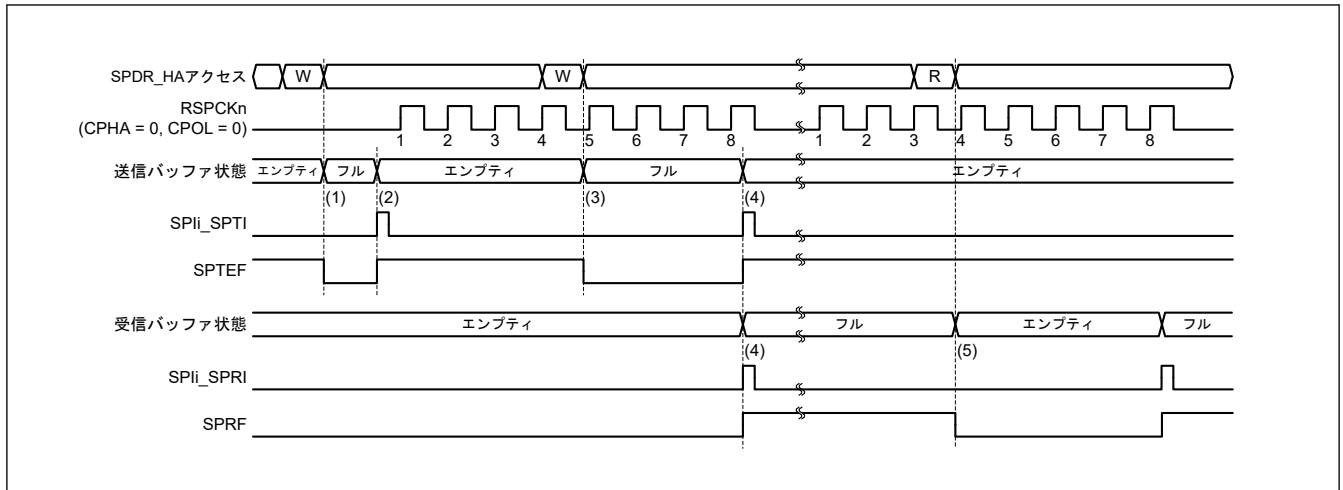
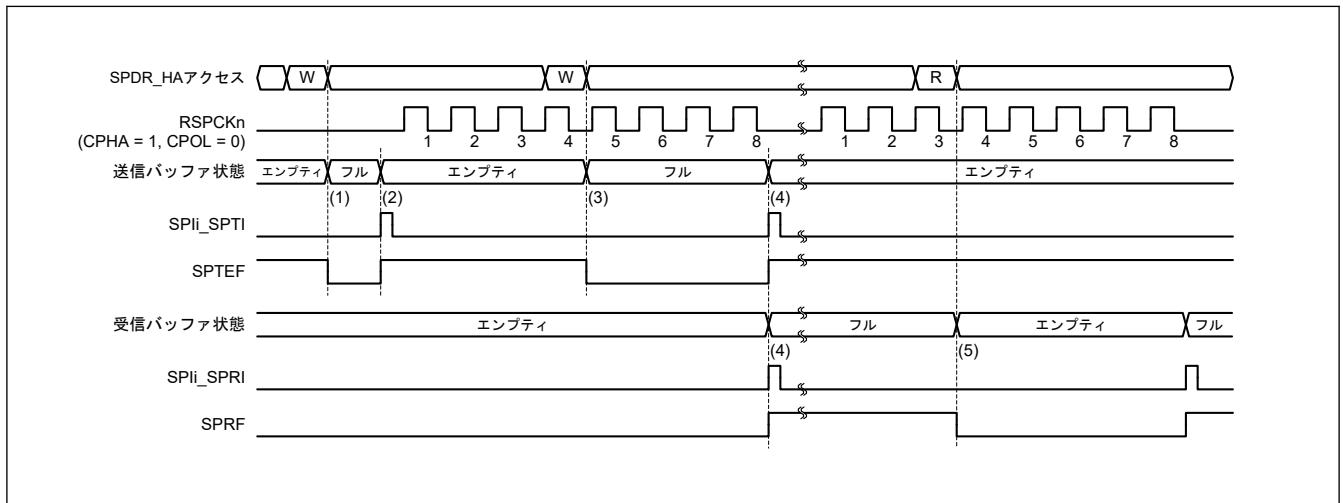

図 26.24 SPIi_SPTI、SPIi_SPRI 割り込みの動作例 (CPHA = 0、CPOL = 0)
図 26.25 SPIi_SPTI、SPIi_SPRI 割り込みの動作例 (CPHA = 1、CPOL = 0)
図 26.24 および図 26.25 に、送信バッファエンプティ割り込み (SPi_SPTI) と受信バッファフル割り込み (SPi_SPRi) の動作例を示します。図 38.26 および図 38.27 に記載した SPDR レジスタアクセスは、SPDR_HA レジスタへのアクセス状況を示しています。W は書き込みサイクル、R は読み出しサイクルを示しています。図 26.24 では、SPCR.TXMD ビットが 0、SPCMD0.CPHA ビットが 0、SPCMD0.CPOL ビットが 0 の設定で、SPI が 8 ビットのシリアル転送を実行しています。図 26.25 では、SPCR.TXMD ビットが 0、SPCMD0.CPHA ビットが 1、SPCMD0.CPOL ビットが 0 の設定で、SPI が 8 ビットのシリアル転送を実行しています。RSPCKn 波形の下に記載した数字は、RSPCK サイクル数 (= 転送ビット数) を示しています。
以下に、図 26.24 および 図 26.25 の (1)～(5) での SPI の動作内容を説明します。